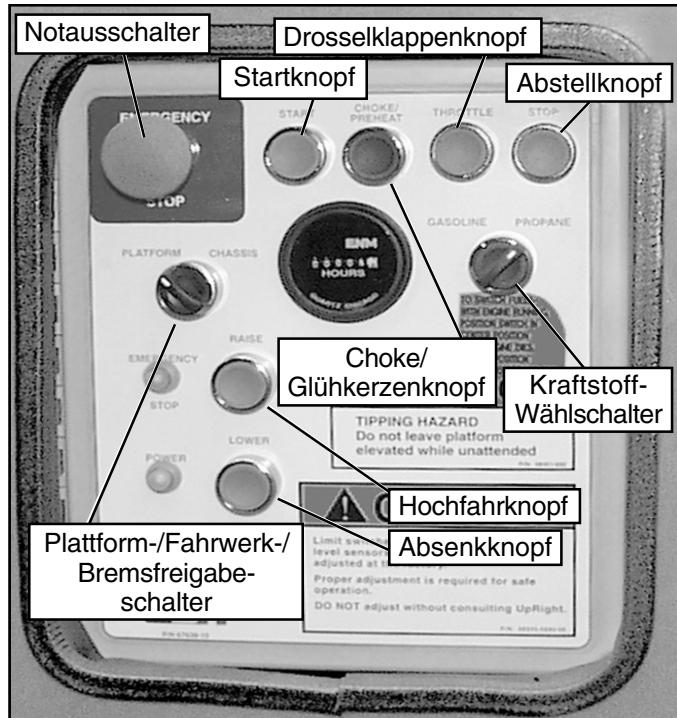

Abbildung 1: Linke Fahrwerksseite
9. Notaustraster des Fahrwerks und der Plattform durch Herausziehen der Knöpfe auf Ein (**ON**) (Abbildung 1 und 2) stellen.
10. Sicherstellen, daß der Plattform-Fahrwerks-Schalter auf Plattform (**PLATFORM**) steht (Abbildung 1).
8. Drosselklappenknopf hineindrücken. Fahrwerks-Hochfahrknopf zum Hochfahren der Arbeitsbühne drücken und gleichzeitig den Neigungssensor (Abbildung 1) aus dem Lot drücken. Die Plattform darf sich nur teilweise heben, und die Kippwarnung muß ertönen. Falls sich die Arbeitsbühne weiter anhebt bzw. keine Warnung ertönt, betätigen Sie **STOP** und ziehen Sie die Maschine so lange aus dem Betrieb, bis diese repariert ist.
1. Bei laufendem Motor stellt man den Kraftstoff-Wählschalter (Abbildung 1) auf Mittelstellung.